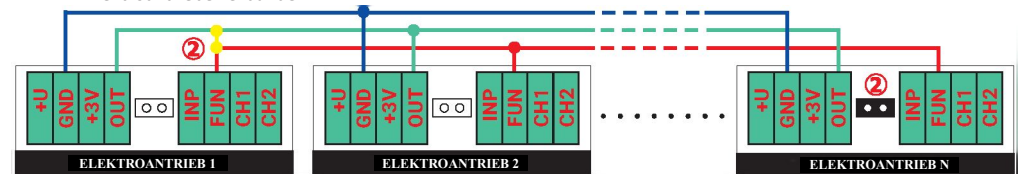

Abb.1 Kombination mehrerer elektrischer Kugelantriebe der GIDROLOCK WINNER-Serie zu einem System
An das Hauptgerät können mehrere elektrische Antriebe angeschlossen werden (Abb. 1). Klemmen zum Verbinden von zwei oder mehr GIDROLOCK WINNER-Antrieben zu einem System: **OUT, GND, FUN**.
ACHTUNG! • Verbinden Sie in einem der Elektroantriebe **die Klemmen OUT und FUN** oder installieren Sie **einen Nebenschluß (2)** (Abb. 1, Foto 8).